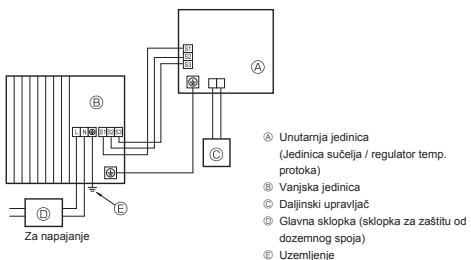
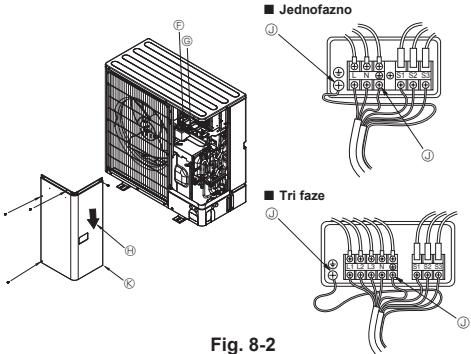

Fig. 8-1
Fig. 8-2
### 8.1. Vanjska jedinica (Fig. 8-1, Fig. 8-2)
① Uklonite servisnu ploču.
② Izvedite ožičenje kabela sukladno slikama Fig. 8-1 i Fig. 8-2.